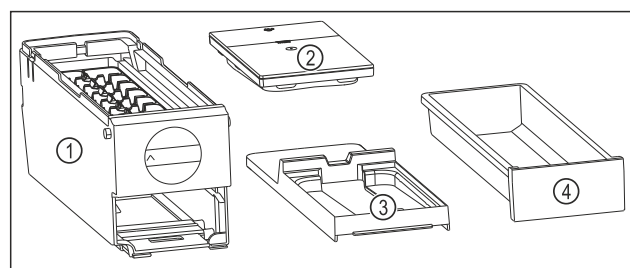

Fig. 132 Компоненти EasyTwist-Ice
- ▶ EasyTwist-Ice складається з чотирьох частин. (див. Fig. 132)
- ▶ Розбирайте EasyTwist-Ice тільки на зображені компоненти. (див. Fig. 132)
- ▶ Очистіть корпус EasyTwist-Ice Fig. 132 (1) без розбирання.